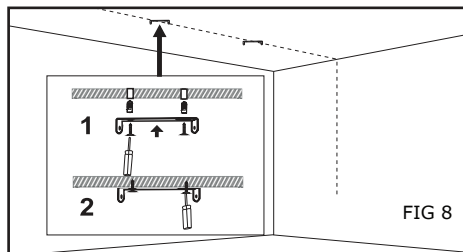

FIG 8
3. Fix the lifting accessories on the ceiling, check whether the accessories are firmly installed and ensure the safety of installation (Fig 8).
3. Fixez les accessoires de levage au plafond, vérifiez si ceux-ci sont fermement installés et assurez la sécurité de l'installation (réf. Fig 8).